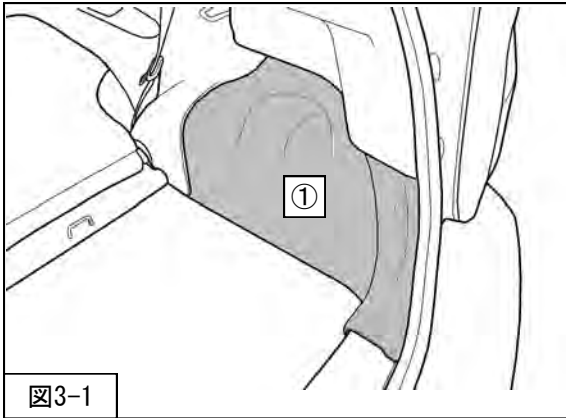

図3-1
2. ①リア内装を取外してください。(図3-1)
を車両に取付けてください。（図3-1）
リアの減衰力調整は、リア内装を取外して行ってください。（図3-1）